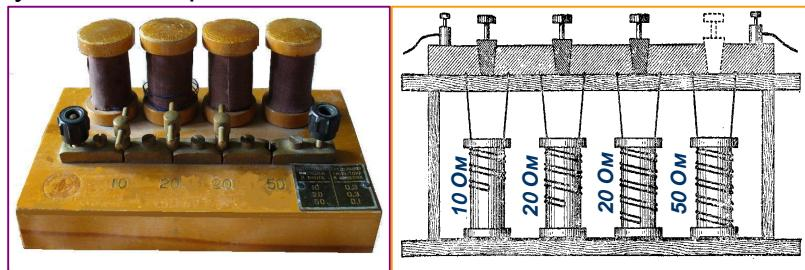

Рис. 95. Магазин сопротивлений из проволочных катушек на 10, 20, и 50 Ом – внешний вид и устройство.
40. В школьных экспериментах применяют демонстрационные **магазины сопротивлений**, состоящие из нескольких сопротивлений в виде проволочных катушек, рассчитанных на 10, 20 и 50 Ом (рис. 95). С помощью подобных наборов высокоточных (образцовых) сопротивлений можно, например, проверять измерительные приборы.